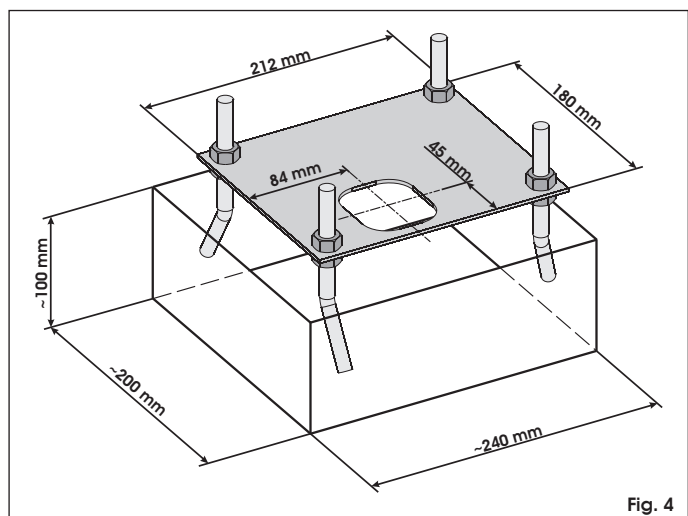
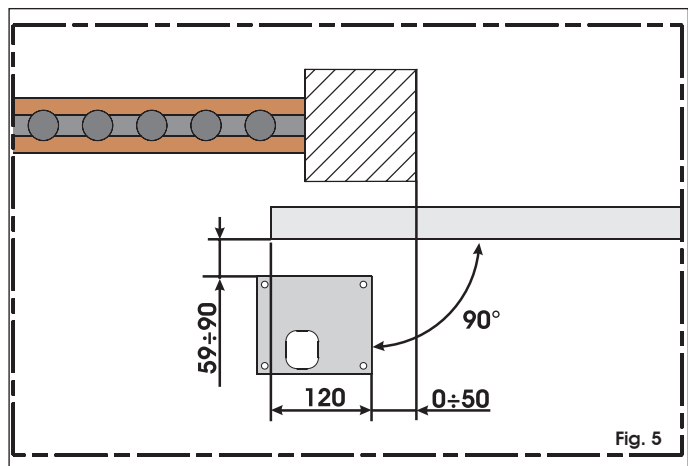
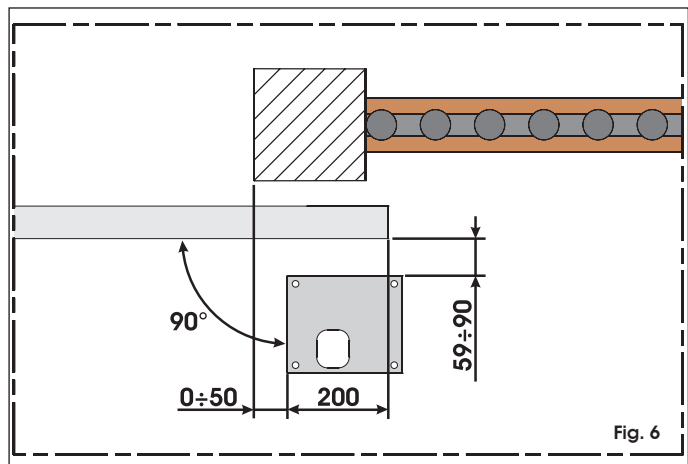

Fig. 4
Fig. 5
Fig. 6
2. Eseguire uno scavo per la piastra di fondazione come da fig. 4. La piastra di fondazione deve essere posizionata come da fig. 5 (chiusura destra) o fig. 6 (chiusura sinistra) per garantire il corretto ingranamento tra il pignone e la cremagliera.
2) L'operatore viene fornito per un'installazione che prevede, vista dall'interno, la chiusura del cancello a destra dell'operatore (fig. 5). Nel caso di chiusura a sinistra è necessario invertire il collegamento dei cavi collegati sui morsetti del motore.